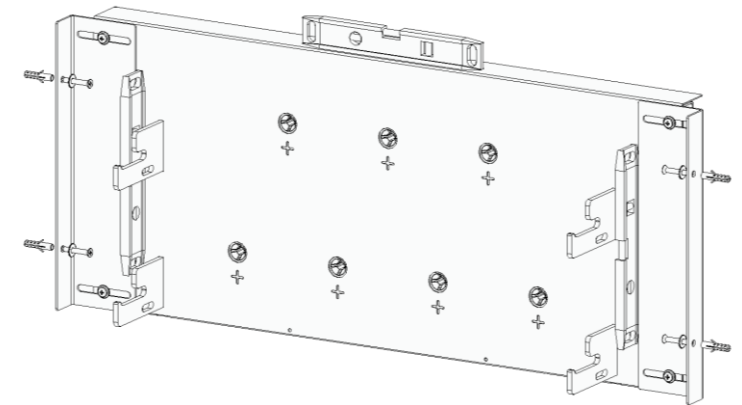

Figura 03
- a) Apoiar a Estrutura Traseira sobre o muro. Com auxílio de um nível tipo régua, nivelar a Estrutura Traseira e marcar o centro dos furos na alvenaria. Remova a estrutura traseira novamente, faça os quatro furos na lateral com uma broca de Wídea (Concreto) Ø6mm. Coloque as buchas de nylon que acompanham o produto, posicione a estrutura traseira, conecte os fios conforme o tipo de controlador (utilizar fio para alta temperatura), nivelando-a novamente e fixe-a com os parafusos e arruelas, conforme figura 03 a seguir, mantendo o cuidado de não danificar a fiação elétrica durante a instalação.